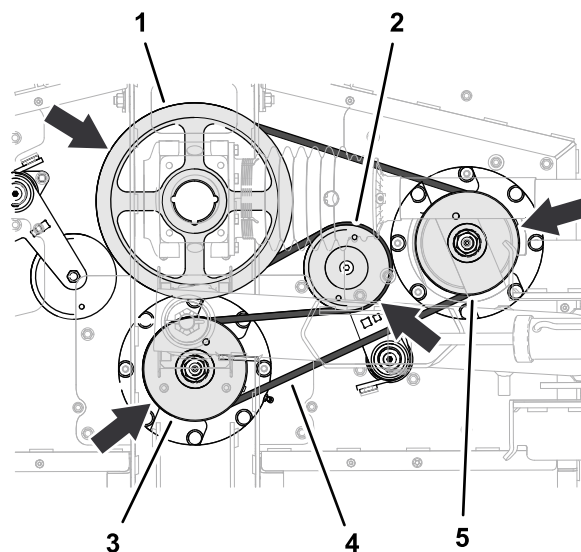

Figura 68
- Disponete la cinghia lunga attorno alla puleggia motrice, alla scanalatura superiore della puleggia del mandrino centrale e alla puleggia del mandrino di destra (Figura 68).
- Utilizzate una barra di interruzione o un utensile simile per ruotare il tendicinghia in senso antiorario e fate scorrere la cinghia sopra alla puleggia tendicinghia (Figura 68).